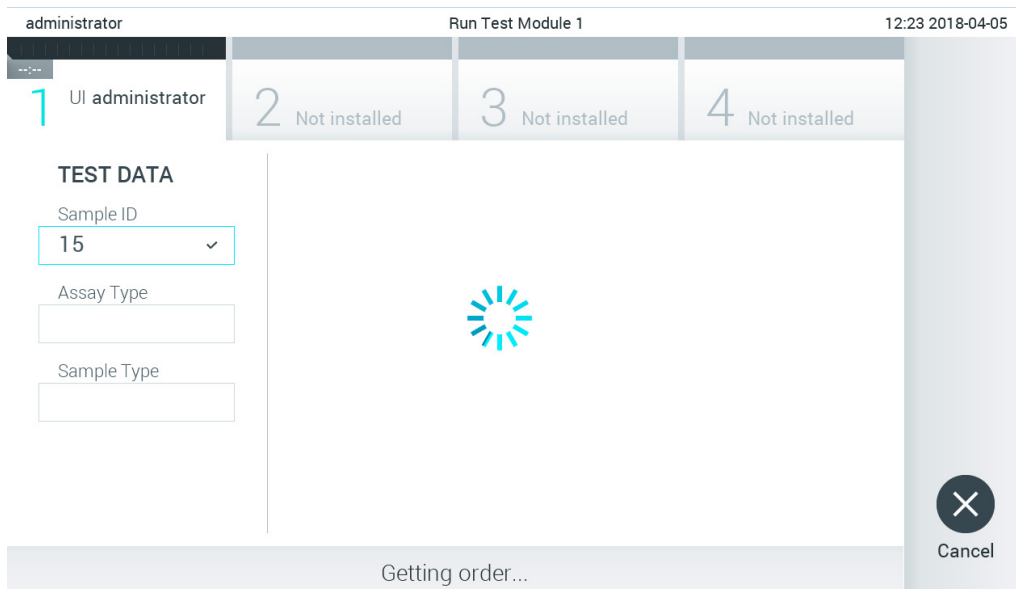

図 82. 検査依頼取得時の表示。
3. サンプル ID がホストに送信され、QIAstat-Dx Analyzer 1.0 が検査依頼を待機中に「Getting order...」（依頼を取得しています...）というメッセージが表示されます（図 82）。